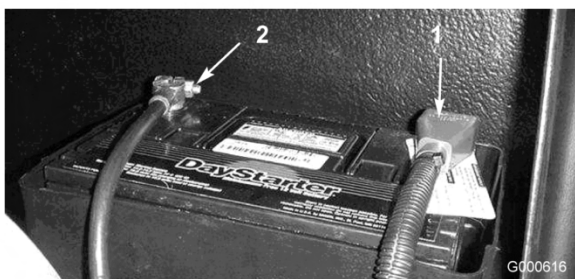

Figura 40
5. Collegate il cavo positivo (rosso) al terminale positivo (+) e il cavo negativo (nero) al terminale negativo (-) della batteria (Figura 40). Fissate i cavi ai poli con viti a testa cilindrica e dadi. Verificate che il terminale positivo (+) sia completamente sul polo, e che il cavo sia posizionato in modo aderente alla batteria. Il cavo non deve toccare il coperchio della batteria. Fate scorrere la guaina di gomma sul morsetto positivo per evitare un cortocircuito.